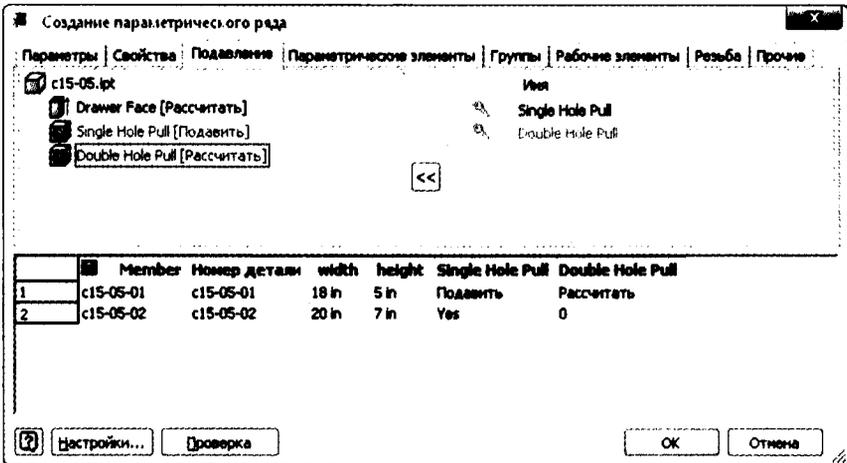

Рис. 15.8. Добавление нового размера, подавление элемента
8. Проверьте ваше диалоговое окно по рис. 15.8, затем нажмите **ОК**, чтобы создать параметрическую деталь⁴.